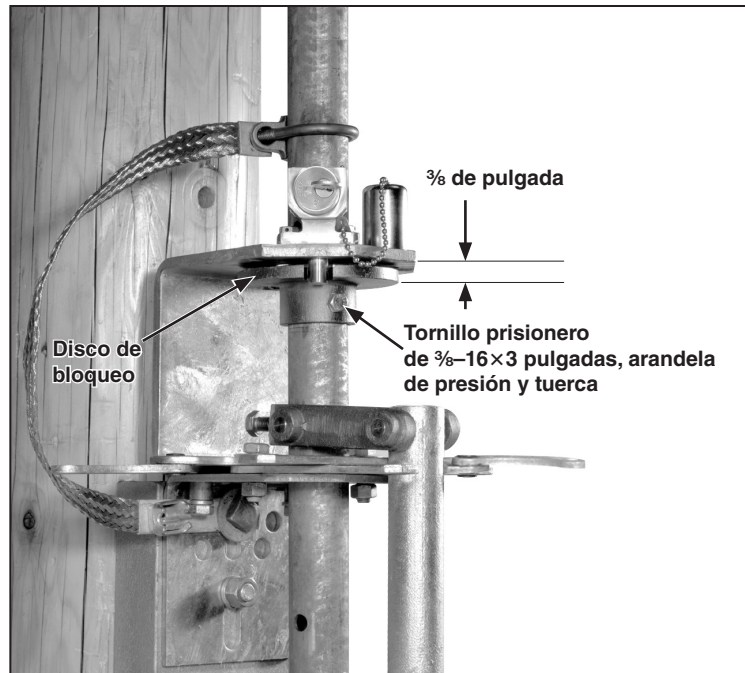

Figura 29. Fijación del disco de bloqueo.
**PASO 25.** Sostenga el disco de bloqueo a  $\frac{3}{8}$  de pulgada por debajo de la ménsula del interbloqueo y, a la sección de tubo de operación vertical, hágale orificios pasantes de  $\frac{7}{16}$  de pulgada de diámetro, utilizando los orificios del collarín del disco de bloqueo como guías. Fije el disco de bloqueo al tubo, utilizando el tornillo prisionero de  $\frac{3}{8}$ -16  $\times$  3 pulgadas, la roldana de presión y la tuerca que se incluyen. Vea la Figura 29.